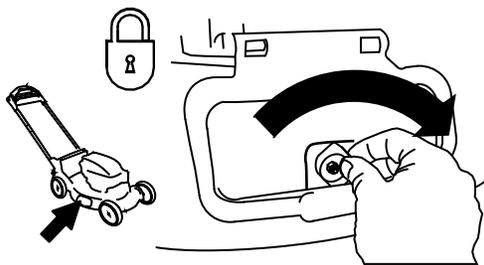

図 26
**重要** 側方排出デフレクタを閉じてロックする 図 26。